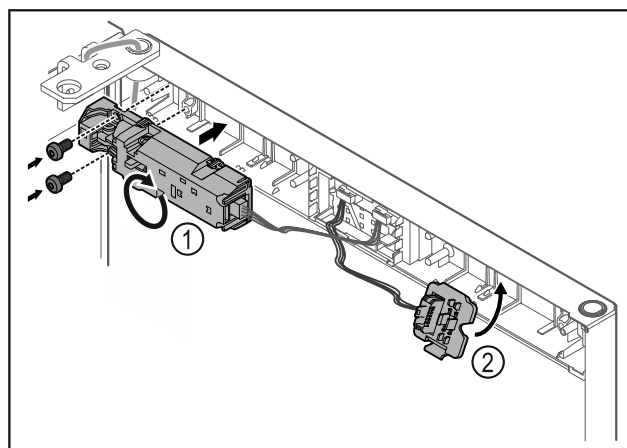

Fig. 24
- Girar el cierre a distancia Fig. 24 (1) 180° y fijarlo en el lado contrario.
- Encajar el soporte del conector Fig. 24 (2) en el lado contrario.